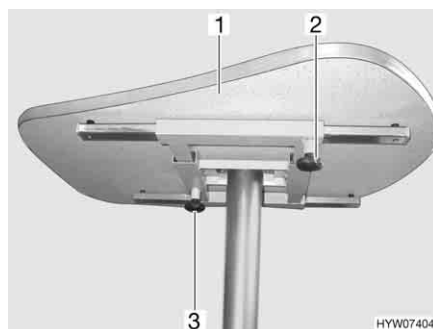

Fig. 76 Tavolo fisso con piede del tavolo ancorato
- Svitare la vite a testa cilindrica zigrinata (Fig. 76,2).
- Spingere il piano del tavolo (Fig. 76,1) nella posizione desiderata.
- Svitare la vite a testa cilindrica zigrinata (Fig. 76,3).